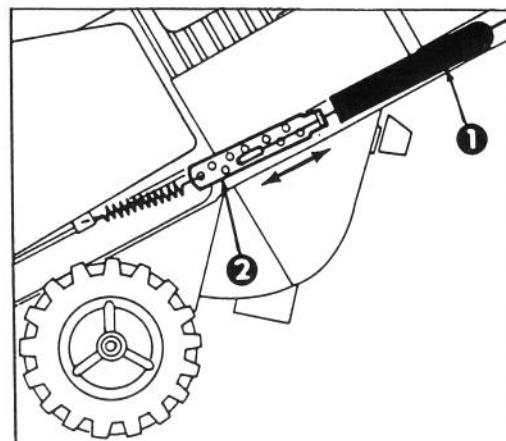

Fig. 10
3. REGOLAZIONE DEL CAVO (Fig. 10) — Sganciate l'estremità superiore del cavo dal foro del supporto della squadretta di comando. Fate scorrere il coperchio a molla lungo il cavo per scoprire il dispositivo di regolazione. Sganciate l'estremità del cavo dal dispositivo e rimettetelo in un foro più alto o più basso per ottenere la debita distanza di 1,6-3,2 mm. Installate di nuovo l'estremità superiore del cavo nel foro posteriore (foro con freccia) sul supporto della squadretta. Ricoprite il dispositivo di regolazione col coperchio a molla e controllate di nuovo la regolazione.